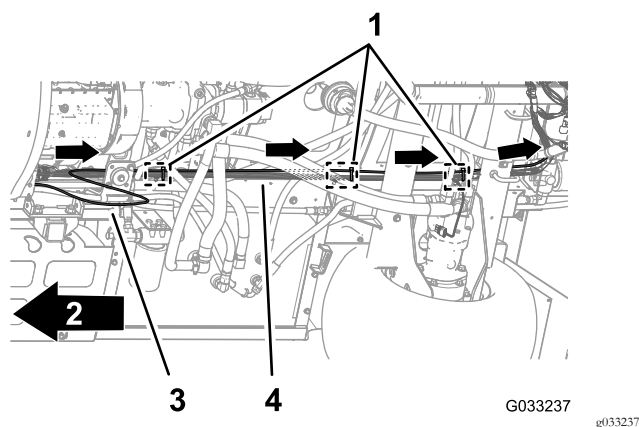

Figura 111
- Disponete il tubo di rilevamento della pressione per il manometro del cruscotto lungo il cablaggio preassemblato posteriore della macchina (Figura 111).
- Fissate il tubo di rilevamento della pressione al cablaggio preassemblato posteriore con 3 fascette per cavi adiacenti ai 3 dispositivi di fissaggio nei punti di ancoraggio dello chassis per il cablaggio preassemblato posteriore (Figura 111).